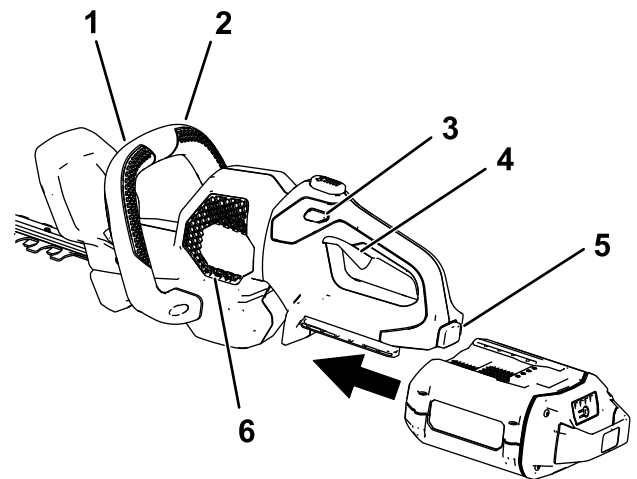

Figure 6
3. Alignez le creux de la batterie sur la languette dans le corps de la poignée, saisissez la poignée et poussez la batterie dans la poignée jusqu'à ce que le verrou s'enclenche en position (Figure 6).
- Placez une main sur la poignée d'actionnement. Placez l'autre main sur la poignée auxiliaire (Figure 6).
- Appuyez sur le commutateur de verrouillage puis serrez la poignée d'actionnement tout en actionnant le commutateur de poignée auxiliaire pour mettre le taille-haie en marche (Figure 6).
Le taille-haie reste en marche tant que vous appuyez sur le commutateur de poignée auxiliaire et la gâchette. Vous pouvez relâcher le commutateur de verrouillage une fois que le taille-haie est en marche (Figure 6).
Pour arrêter le taille-haie, relâchez la gâchette, le commutateur de la poignée auxiliaire ou les deux (Figure 6). Patientez au moins 5 secondes jusqu'à l'arrêt complet de la lame.